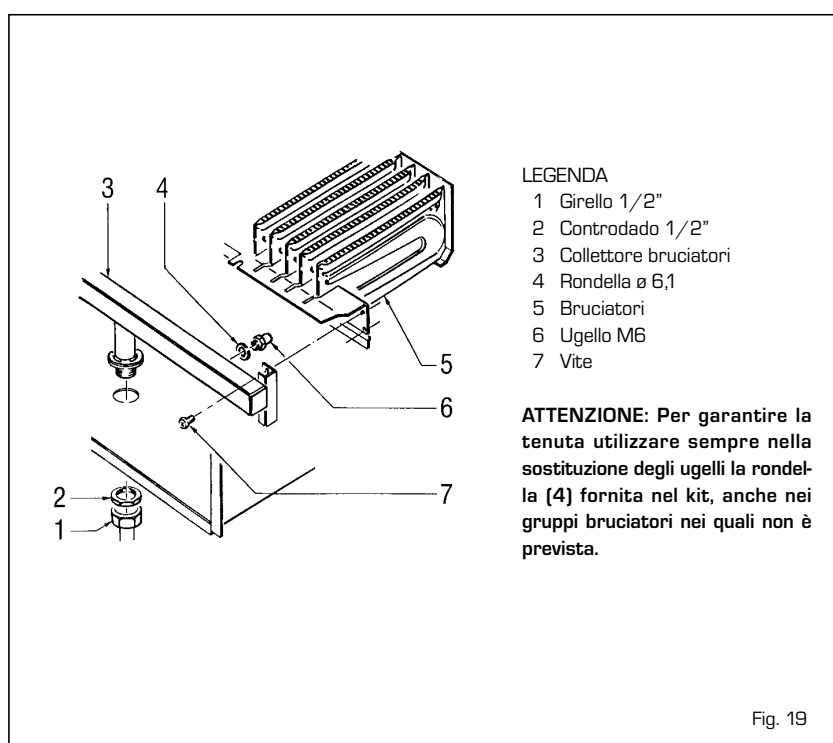

Fig. 19
4.3 TRASFORMAZIONE AD ALTRO GAS (fig. 19)
Per passare da gas metano a GPL e viceversa, eseguire le seguenti operazioni (fig. 19):